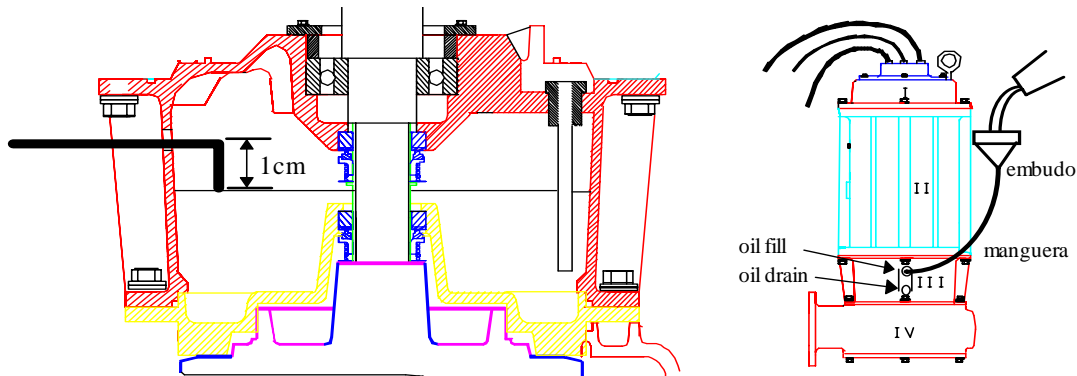

Fig. 4. ↑Medición del nivel y suministro del aceite en la cámara de los sellos de las bombas de la serie AFP con motor FRAME 250 y FRAME 320.
Cámara de los sellos - Colocar la bomba en posición vertical, remover el tapón OIL FILL. El nivel de aceite debe estar a 1 cm aproximadamente por debajo de la rosca de este tapón; para medir dicho nivel se puede utilizar una pequeña vara metálica en forma de L introduciéndola por la rosca del tapón. Si es necesario agregar aceite, introducir por el orificio roscado del tapón OIL FILL uno de los extremos de una manguera de menor diámetro que el orificio de la rosca y llenar con aceite hasta el nivel requerido con la ayuda de un embudo conectado en el otro extremo de la manguera. Colocar de nuevo el tapón revestido con teflón. La cámara de los sellos debe contener seis (6) litros de aceite. Ver la Fig. 4.